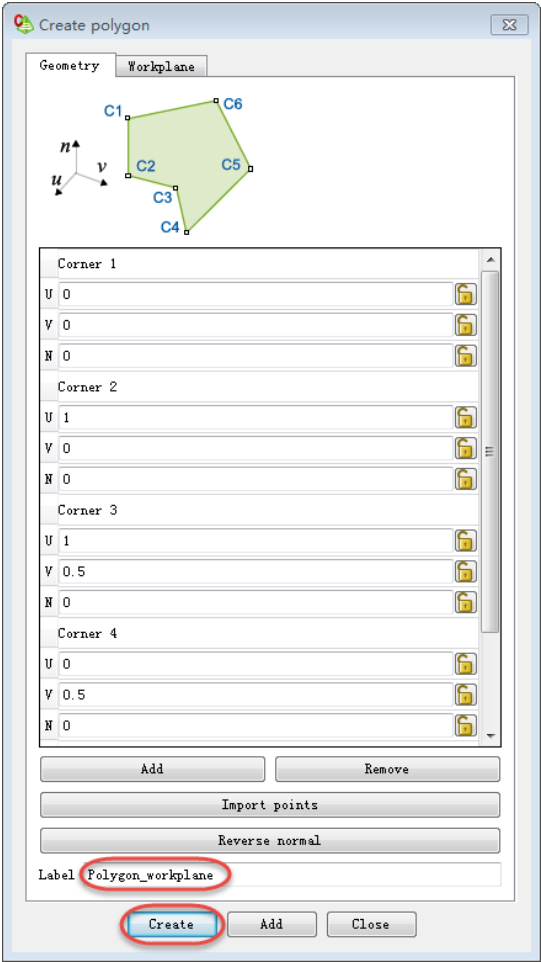

图 3-55 创建模型 Polygon\_workplane
② 返回“Geometry”标签，把光标定在“Corner1”区域，按住〈Ctrl+Shift〉组合键，在 3D 视图中从原点位置开始，按照逆时针方向依次单击模型 Polygon\_global 的 4 个顶点，如图 3-55 所示。
③ 把 Label 命名为“Polygon\_workplane”，然后单击“Create”按钮。